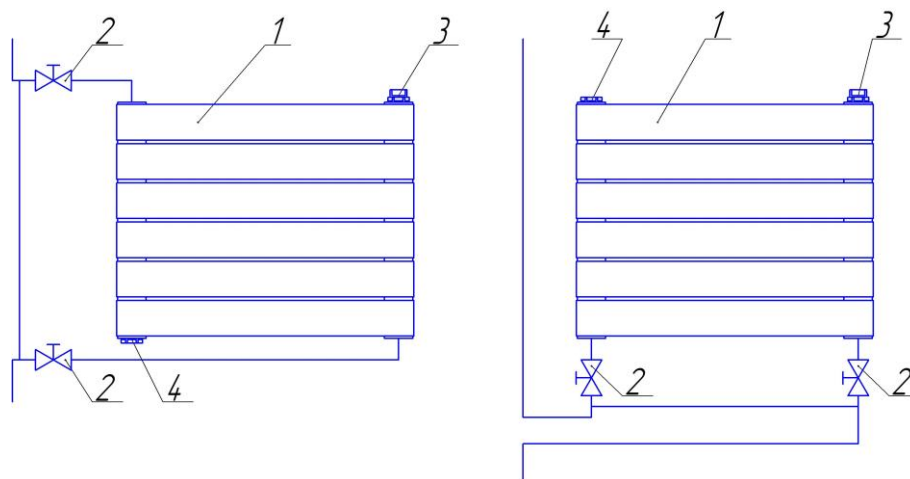

Рис.2. 1. Радиатор. 2. Вентиль (кран). 3. Кран Маевского-воздухоотводчик. 4. Пробка глухая.
5.7. Схема подключения радиатора к однотрубной системе приведена на рис. 2.